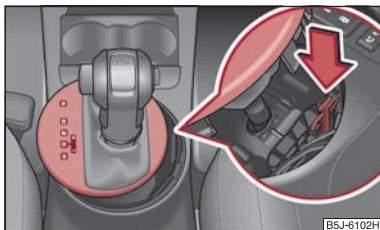

Fig. 103 Deblocarea de urgență a selectorului de viteze
- Apăsați cu degetul elementul de culoare galbenă din material plastic, în jos ⇒ fig. 103.